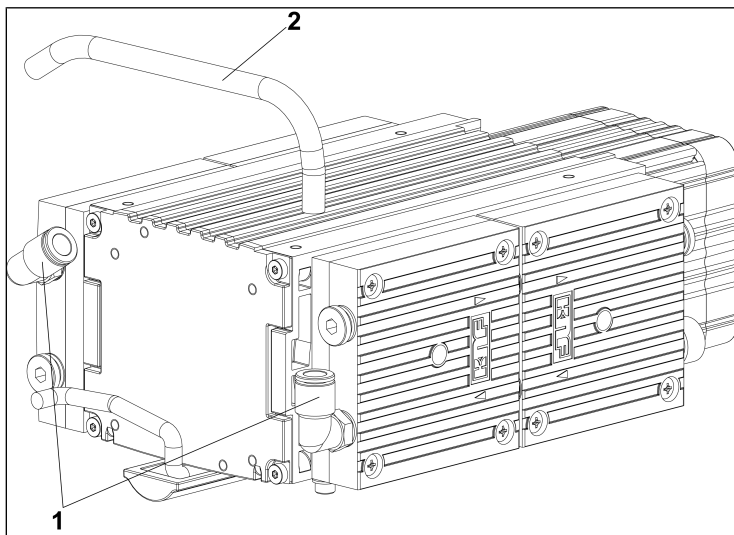

Fig. 5: Démontage du raccordement
1. Desserrez le tuyau de raccordement (**2**/Fig. 5) en maintenant le joint enfoncé (**1**/Fig. 5).
2. Retirez délicatement le tuyau de raccordement (**2**/Fig. 5) du vissage.
1. Insérez le tuyau de raccordement (2/Fig. 5) dans le visage jusqu'en butée.